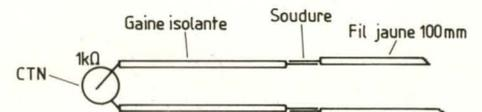

Fig. 6 : Préparation de la sonde CTN.
**La CTN.** Ce composant, qui n'a pas de sens de branchement, est constitué d'un petit disque de 5 mm de diamètre avec deux fils de sortie de 40 mm de longueur environ (figure 6). Enfilez sur ceux-ci deux morceaux de gaine isolante de 35 mm (récupérés sur du fil de câblage) et soudez vos deux morceaux de fil jaune de 100 mm de longueur. A l'aide de ruban adhésif, protégez et isolez chaque soudure.